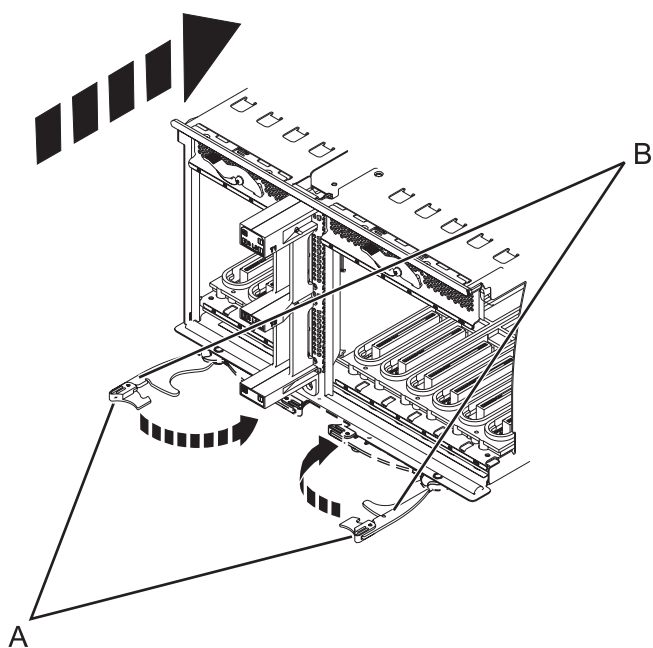

Figura 77. Instal·lació de la placa del sistema d'E/S en un model muntat en bastidor
9. Inserir la placa del sistema d'E/S fermament al servidor, com es mostra a la Figura 77 a la pàgina 112.
10. Fixeu la placa del sistema d'E/S amb les pestanyes de bloqueig (A), com es mostra a la Figura 77 a la pàgina 112.